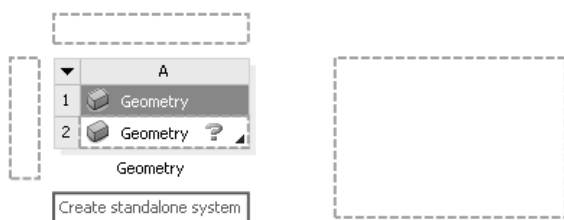
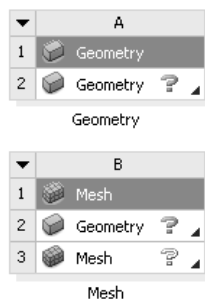

图 1.4.9 放置项目列表
图 1.4.10 独立项目列表
- ◆ 在创建共享项目列表时，直接将项目列表拖曳到绿色虚线框中，如图 1.4.9 所示，将创建一个独立的项目列表，那么新创建的项目列表与旧的项目列表之间就不存在共享关系了，如图 1.4.10 所示。